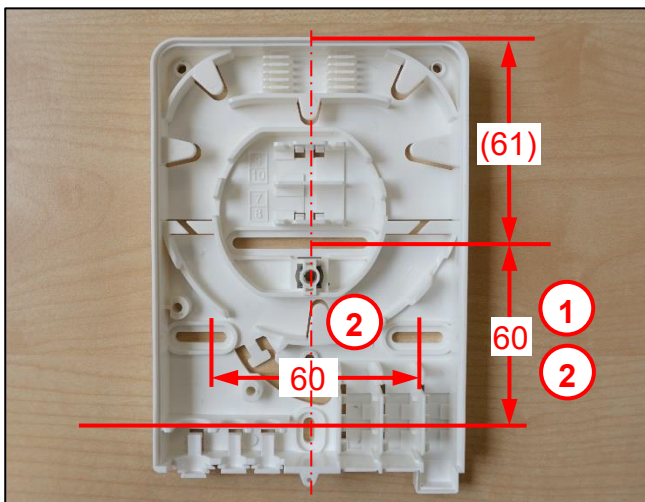

Abb. 2
- Vorgesehene Befestigungsbohrungen siehe Abb. 2.